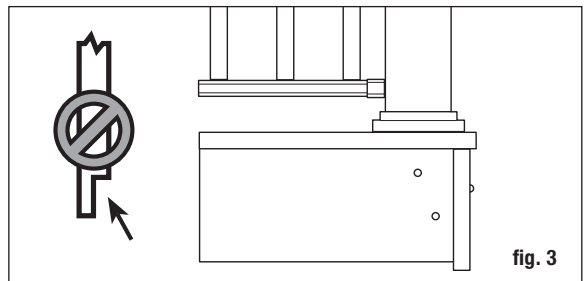

fig. 3
Paso 2 Instale los postes de barandal antes de instalar las tablas de la terraza. Postes para barandal de 10.2 x 10.2 cm (4x4 pulg.) de cedro o pino tratado a presión, o una montura para postes, ofrecen la fuerza estructural para el barandal. La longitud de cada poste se determina por el total del ancho de la viga (generalmente 18.4 cm (7-1/4 pulg.)) + el grosor de la terraza (2.5 cm (1 pulg.)) + la altura del barandal (91.4 cm (36 pulg.)) + el espacio para el tope del poste (5.08 cm (2 pulg.)) = 116.8 cm (46-1/4 pulg.). **Importante: No haga muescas en los postes de barandal de 10.2 x 10.2 cm (4x4 pulg.). Las muescas reducirán la fuerza del poste y podrían causar el colapso o falla del barandal (fig. 3).** Utilice soportes de postes estructurales para la instalación en hormigón.
Paso 3 Posicione, alinee verticalmente con un nivel, y sujete con abrazaderas el poste de barandal a la cara interior de la viga. Vuelva a alinear verticalmente. El poste de barandal de 10.2 x 10.2 cm (4x4 pulg.) debe sujetarse con pernos al interior de las vigas usando dos pernos de carrocería galvanizados de 1.27 x 15.24 cm (1/2 x 6 pulg.). Los postes en esquinas requieren un tercer perno de carrocería insertado a través de la viga adyacente (fig. 3).
Importante: No haga muescas en los postes de barandal de 10.2 x 10.2 cm (4x4 pulg.). Las muescas reducirán la fuerza del poste y podrían causar el colapso o falla del barandal (fig. 3). Use montajes de postes estructurales para instalaciones en concreto.